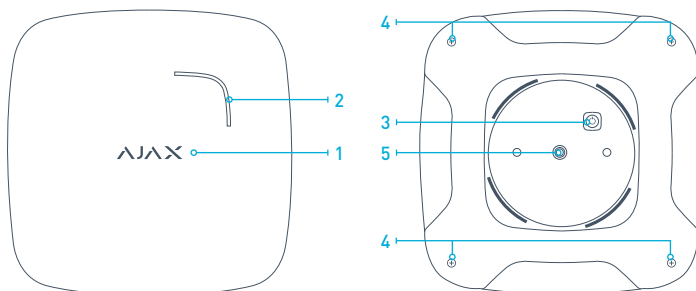
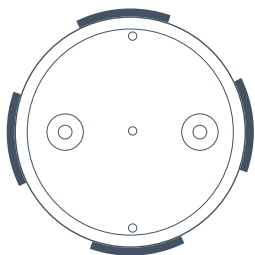
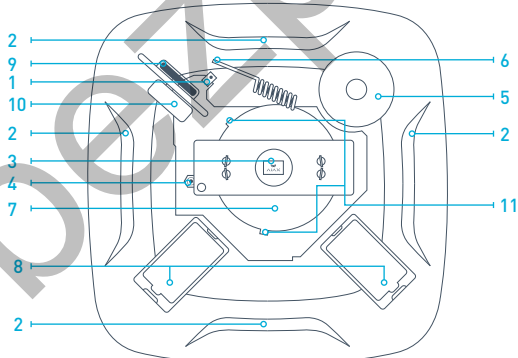

РИС. 1. Датчик FireProtect
РИС. 2.
РИС. 3 Устройство датчика.
4.1 Для регистрации датчика необходимо перевести приемное устройство охранной системы Ajax в режим «Добавить устройство» (как это сделать см. в руководстве к приемному устройству) и включить датчик зажатием кнопки «3» (РИС.1) на 3 секунды. В момент включения исправный датчик должен мигнуть зеленым светодиодом «1» (РИС.1). Запрос на регистрацию передается только в момент включения датчика! Если регистрация датчика в охранной системе по какой-либо причине не произошла, FireProtect мигает зеленым светодиодом 6 раз с периодичностью раз в секунду, после чего переходит в автономный режим. Чтобы повторить регистрацию – включите датчик зажав кнопку на 3 с и выдержав паузу в 5 секунд включите его снова. Если FireProtect был удален из списка зарегистрированных в охранной системе устройств, то он аналогично мигает зеленым светодиодом 6 раз с периодичностью раз в секунду, после чего автоматически переходит в автономный режим.
5.5 Активация режима тревоги сопровождается звуковым сигналом встроенной сирены и световой индикацией — на датчике загорается красный светодиод. В режиме тревоги предусмотрена возможность отключить звуковой сигнал примерно на 10 минут нажатием сенсорной кнопки «ТЕСТ» («1», РИС.1), которая находится в центре логотипа AJAX. Световая индикация тревоги при этом не отключается, на приемник при этом никаких сообщений не приходит и он продолжает детектировать тревогу. Если через 10 минут уровень дыма, температура или уровень содержания CO в воздухе не нормализовались, звуковой сигнал воспроизводится повторно. 5.6 Для монтажа датчика поверните пластиковую крепежную панель SmartBracket (РИС. 2) против часовой стрелки и снимите.
5.11 Перед установкой обязательно проведите тест, чтобы убедиться в работоспособности датчика дыма. При включенном работающем датчике (без тревоги) зажмите на 5-10 секунд на корпусе кнопку «ТЕСТ» («4», РИС. 1) в центре логотипа AJAX, это переведет датчик в режим самотестирования приблизительно на 5 секунд. В режиме самотестирования проверяется работоспособность дымовой камеры, производится электронная имитация присутствия дыма, и если дымовая камера исправна – выдается звуковой сигнал.
6.3 Датчик имеет возможность компенсировать запыленность дымовой камеры, но только до определенного уровня, при превышении которого на центральную сигнализацию отправляется сообщение о необходимости очистки дымовой камеры. При неисправности дымовой камеры датчик выдает один длинный звуковой сигнал раз в полторы минуты! Для очищения камеры снимите крышку датчика, открутив 4 самореза «4» (РИС.1) на углах тыльной стороны корпуса датчика. После этого снимите плату с сенсорной кнопкой «3» (РИС.1) слегка потянув вверх, далее снимите пластиковую насадку, прикрывающую плату. Затем отсоедините защитную внутреннюю крышку блока дымовой камеры «7» (РИС.3) легко надавив на 2 из 3-х удерживающих защелок «11» (РИС.3). Продуйте извлеченный блок пылесосом, компрессором или очистите мягкой щеткой. Также удалите пыль с той части дымовой камеры, которая осталась на плате датчика. После завершения процедуры очистки обязательно необходимо нажать на плате датчика кнопку сброса сигнала «Камера загрязнена» «4» (РИС.3)! По нажатии на кнопку, буззер должен издать один короткий звуковой сигнал. Если эта кнопка не будет нажата, сигнал о необходимости очистки датчика продолжит поступать на центральную. В случае, если камеру не очистили и нажали кнопку сброса сигнала «Камера загрязнена», сигнал о чрезмерном загрязнении дымовой камеры придет повторно через 4 дня.
Для замены батареи открутите саморезы «4» (РИС.1) и снимите крышку датчика. Замените разряженные батареи на новые, соблюдая полярность.